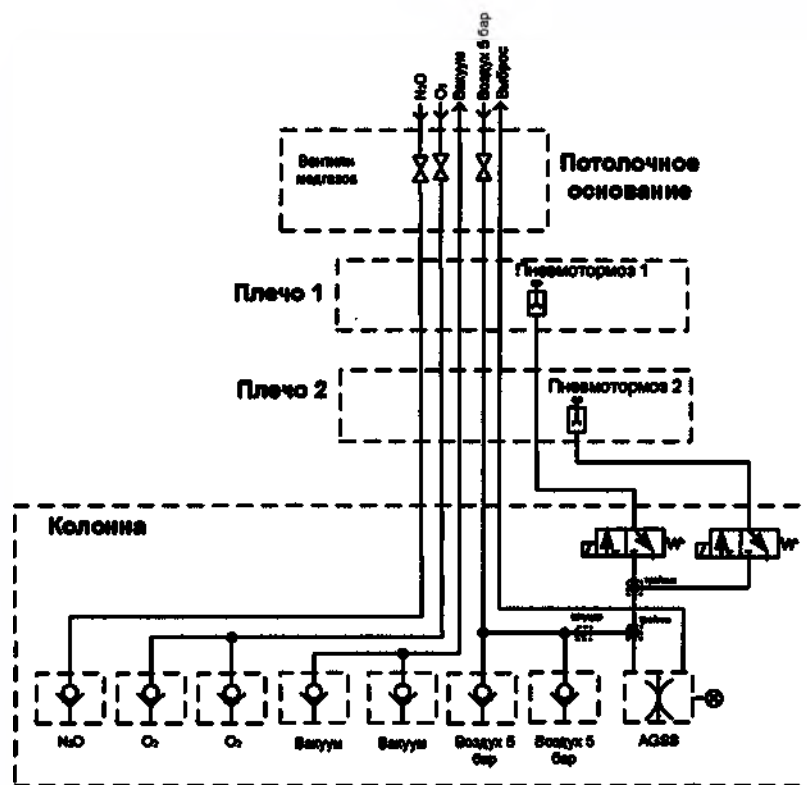
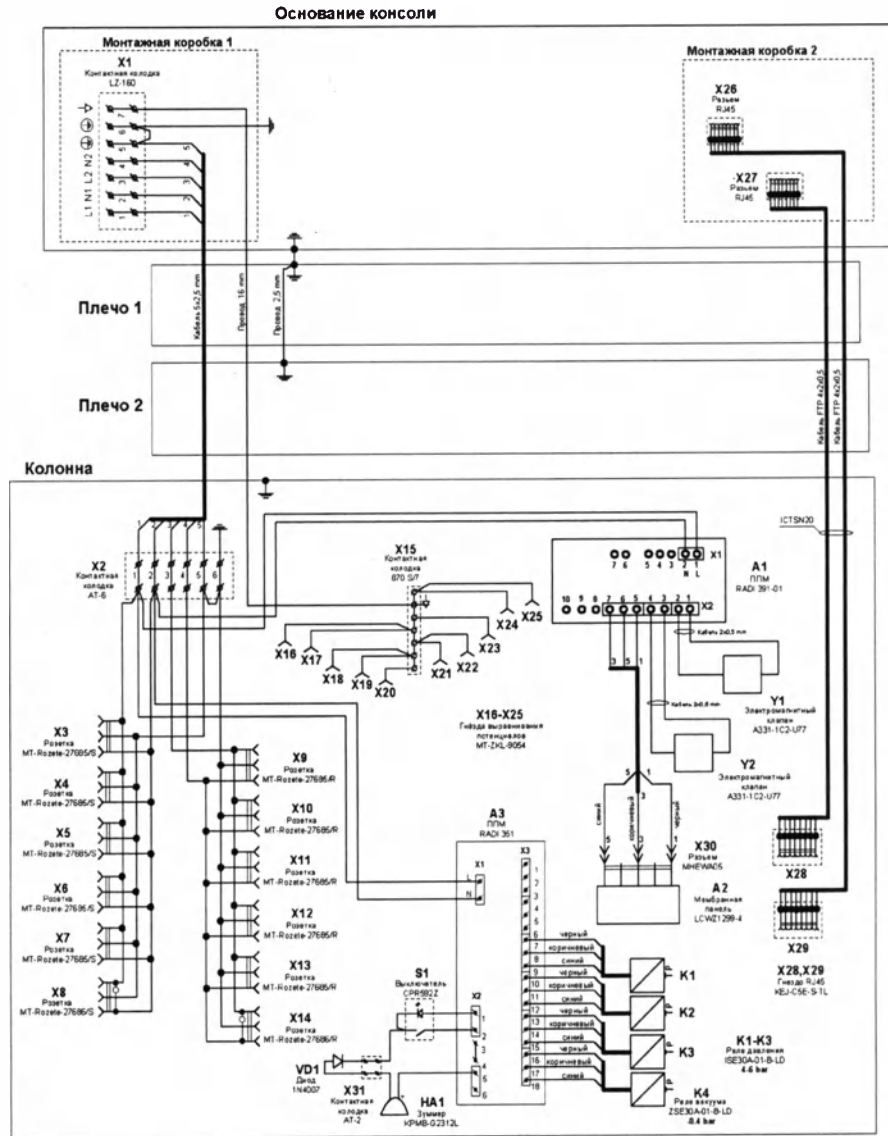
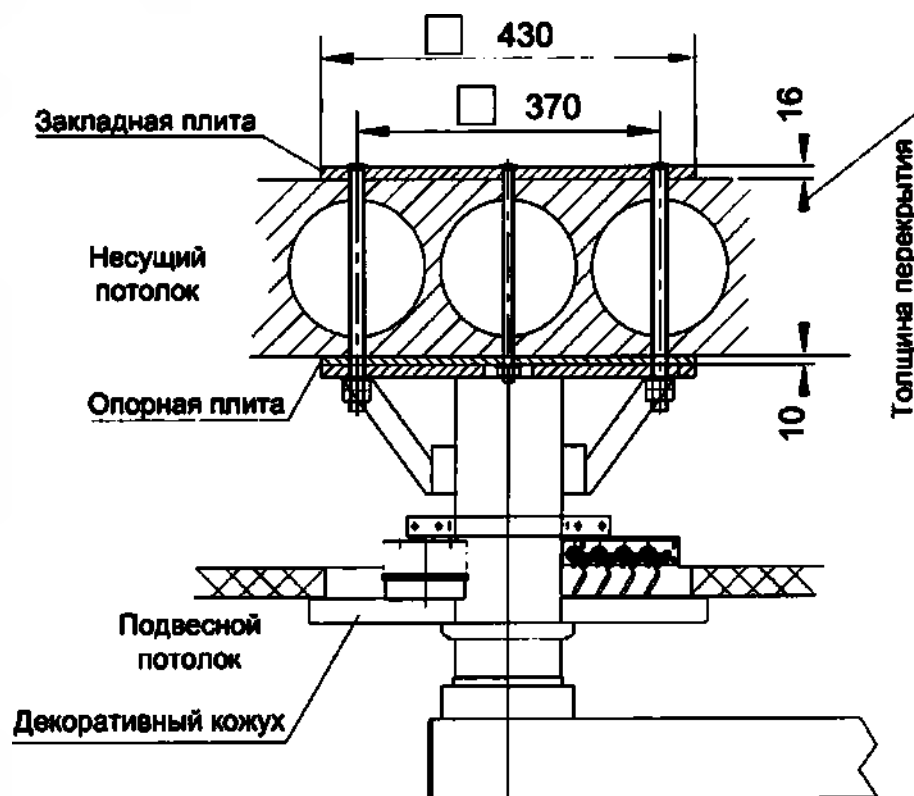

Рис. 6 Пневматическая схема консоли
Рис. 7 Электрическая схема потолочной консоли
Рис. 8 Типовой вид крепления потолочных консолей
6.2. Основание консоли крепится к потолочному перекрытию помещения с помощью комплекта закладных крепежных деталей (см. табл. 2). Согласно Рис. 8. На основании консоли также установлено (см. Рис. 2 и Рис. 3):
- 6.5. Полная пневматическая схема консоли приведена на Рис. 6, электрическая – на Рис. 7. Магистрали сжатого воздуха и медгазов подсоединяются к вентилям и через них по соединительным шлангам поступают на соответствующие клапаны приборной колонны (Рис. 1). Сжатый воздух (5 бар) через пневмоклапаны (на нижней приборной полке) также подается на пневмоцилиндры, управляющие пневмотормозами поворотных плеч. Схема электропитания (Рис. 7) состоит из 8 розеток X3÷X8 К розеткам X9÷X14 подводится сеть резервного электропитания.
7.1. Местоположение крепления к потолочному перекрытию определяется проектом в соответствии с планировкой помещения. При выборе расположения отверстий в перекрытии необходимо учесть, что возможные направления оси симметрии угла поворота горизонтального плеча всегда проходят по центру квадрата расположения крепежных отверстий перпендикулярно сторонам квадрата. При креплении несущей конструкции консоли к потолочному перекрытию в конкретном помещении необходимо обратить внимание на указатель (наклейку) **центрального положения горизонтальных плеч**, который расположен на основании несущей потолочной трубы (см. Рис. 2). Поворотное горизонтальное плечо поворачивается относительно указанной оси (линии) на $\pm 165^\circ$. Для установки консоли в перекрытии просверливается 4 отверстия $\varnothing 28$ с расстоянием центров 370 мм (квадрат) и 1 отверстие в центре квадрата $\varnothing 18$. В просверленные отверстия вставляется закладная со шпильками, со стороны крепления консоли надевается опорная плита и закрепляется на центральной шпильке ($\varnothing 12$ мм). К остальным шпилькам ($\varnothing 18$ мм) крепится основание консоли. Типовой вид крепления приведен на (Рис. 8)
- 7.2. Магистральные трубопроводы медгазов, сжатого воздуха и вакуума подводятся по пневматической схеме (Рис.7) в последовательности согласно маркировке назначения на основании консоли. Провода электропитания и информационных сигналов подводятся к соответствующим монтажным коробкам (Рис. 2, Рис. 3) по электрической схеме (Рис.8). При отсутствии подвесного потолка подвод медгазов проводить в пазе декоративного кожуха в сторону центрального положения плеча (Рис.11), а провода электропитания и информационных сигналов – в противоположной стороне кожуха.
8.1. Магистраль сжатого воздуха, вакуума и медицинских газов подсоединены к вентилям, расположенным на основании консоли (см. Рис. 2), которое прикреплено к потолочному перекрытию. Там же расположены колодки подключения электропитания (X1) и информационных сигналов (см. Рис. 3 и Рис. 7). Основание консоли закрыто декоративным кожухом. Подход к вентилям и колодкам подключения электропитания и информационных сигналов возможен после снятия кожуха, который состоит из двух частей соединенных винтами. Положение на несущей трубе фиксируется 2 полукольцами. Для снятия кожуха необходимо: